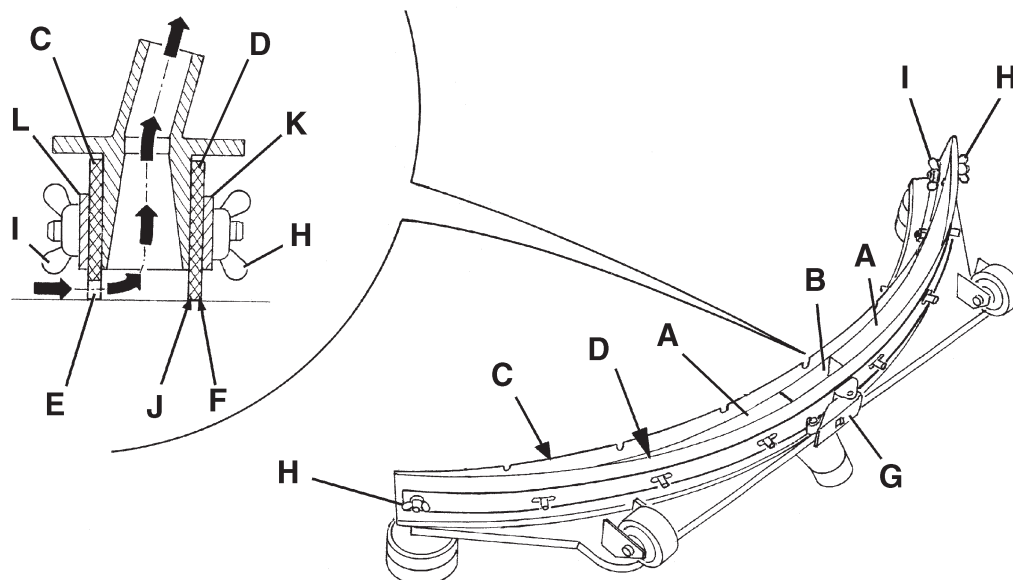
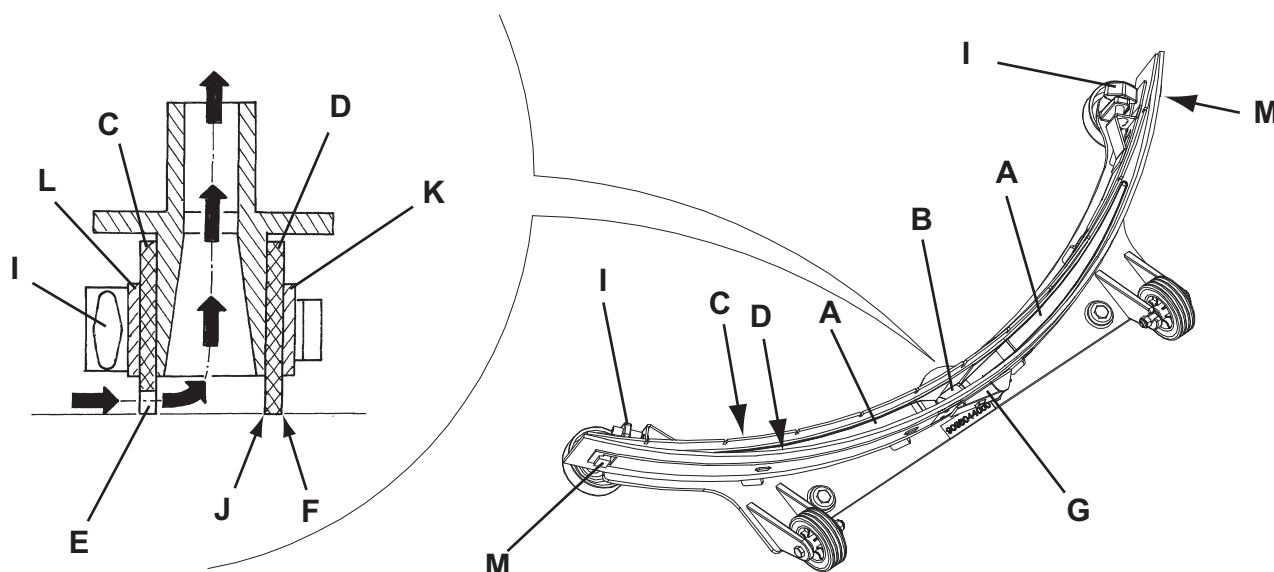

Figure 6
Figure 7
2. Positionner la clé de contact (80) sur "0".
3. Baisser l'embouchure (25) au moyen du levier (10).
4. Desserrer les boutons (26) et déposer l'embouchure (25).
5. Déconnecter le tuyau d'aspiration (15) de l'embouchure.
6. Laver et nettoyer l'embouchure en acier (Fig. 5) ou en aluminium (Fig. 6). Nettoyer en particulier les compartiments (A, Fig. 5 ou 6) et l'orifice (B). Contrôler que la lamelle en caoutchouc avant (C) et la lamelle en caoutchouc arrière (D) sont intactes et qu'elles ne présentent pas de coupures ou déchirures ; dans le cas contraire, les remplacer (voir la procédure au paragraphe suivant).
- Nettoyer l'embouchure en acier (Fig. 6) ou en aluminium (Fig. 7) en procédant comme indiqué au paragraphe précédent.
- Contrôler que les bords (E, Fig. 6 ou 7) de la lamelle en caoutchouc avant (C) et les bords (F) de la lamelle en caoutchouc arrière (D) se posent simultanément sur le marbre de contrôle, et en toute leur longueur ; en cas contraire, régler leur hauteur en procédant selon les instructions suivantes :
- Dégager le tirant (G, Fig. 6 ou 7) et desserrer les écrous papillons (H, Fig. 6) ou décrocher les dispositifs de retenue (M, Fig. 7) ; régler la lamelle en caoutchouc arrière (D, Fig. 6 ou 7), puis serrer les écrous papillons ou accrocher les dispositifs de retenue et engager le tirant.
- Desserrer les boutons (I) et régler la lamelle en caoutchouc avant (C, Fig. 6 ou 7), puis serrer les boutons.
- Contrôler que la lamelle en caoutchouc avant (C, Fig. 6 ou 7) et la lamelle en caoutchouc arrière (D) sont intactes et qu'elles ne présentent pas de coupures ou déchirures ; dans le cas contraire, les remplacer comme suit. Contrôler que l'arête (J) de la lamelle en caoutchouc arrière n'est pas usée ; en cas contraire, tourner la lamelle en caoutchouc, en remplaçant l'arête usée avec l'une des trois arêtes intactes. Si toutes les arêtes sont usées, remplacer la lamelle en caoutchouc en procédant comme suit :
- Dégager le tirant (G), enlever les écrous papillons (H) ou dégager les dispositifs de retenue (M), enlever la bande de retenue (K), puis remplacer / tourner la lamelle en caoutchouc arrière (D). Pour la repose, procéder dans l'ordre inverse de la dépose.
- Dévisser les boutons (I) et enlever la bande de retenue (L), puis remplacer la lamelle en caoutchouc avant (C). Pour la repose, procéder dans l'ordre inverse de la dépose.
- Connecter le tuyau d'aspiration (15) à l'embouchure.
- Reposer l'embouchure (25) et serrer les boutons (26).
- Si besoin est, régler le bouton de réglage (27) de l'équilibrage de l'embouchure.